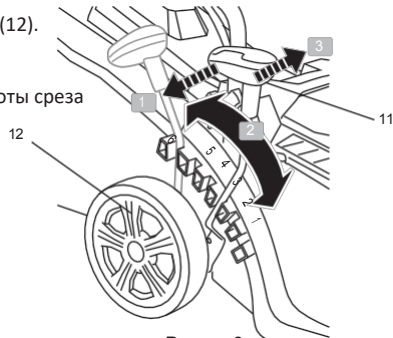

Рисунок 6
(рис. 6).
2. Перемещение вперед или назад для регулировки высоты среза двигайтесь назад (рис. 6).
3. Отпустите рычаг (11) и убедитесь, что он правильно установлен в паз (рис. 6).